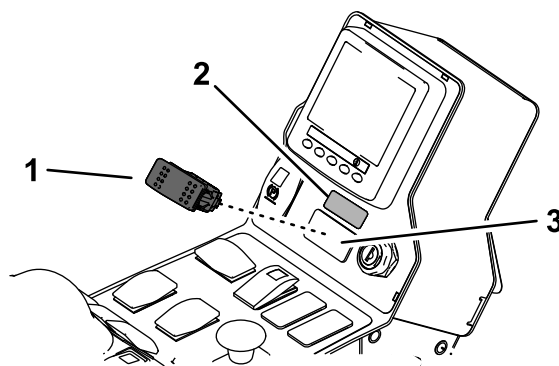

Figura 4
3. Retire o tampão do painel de controlo e instale o interruptor (Figura 4).
4. Cole o autocolante do travão auxiliar por cima do interruptor (Figura 4).